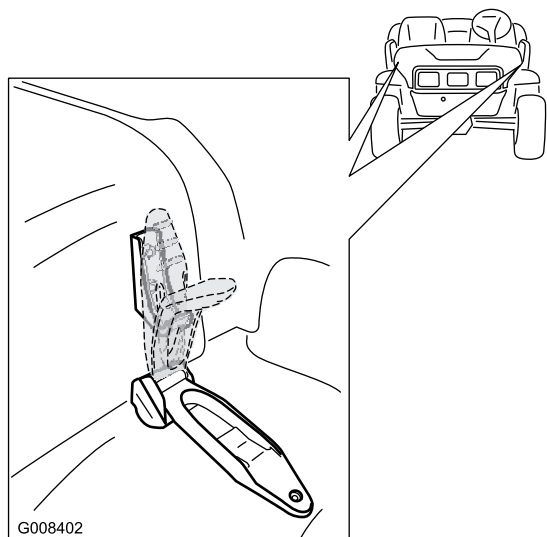

Bild 23
1. Heben Sie den Hebel der Gummriegel an jeder Seite der Motorhaube an (Bild 23).
2. Fluchten Sie die Gummriegel auf den Riegelankern an jeder Seite der Motorhaube aus, um die Motorhaube zu befestigen (Bild 23).